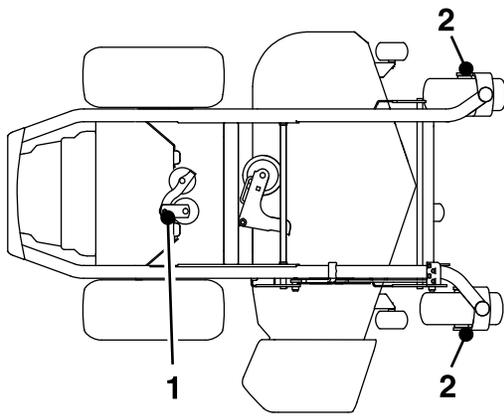

Figura 38
4. Engrase el pivote de la polea tensora de la bomba con una o dos aplicaciones de grasa (Figura 38).
5. Engrase los ejes de las ruedas giratorias delanteras (Figura 38).